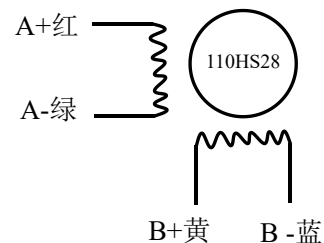

图 8 110HS28 接线示意图
- 2) 相是相对的，但不同相的绕组不能接在驱动器同一相的端子上 (A+、A- 为一相，B+、B- 为另一相)，110HS28 电机引线定义、串、并联接法如图 8 所示。